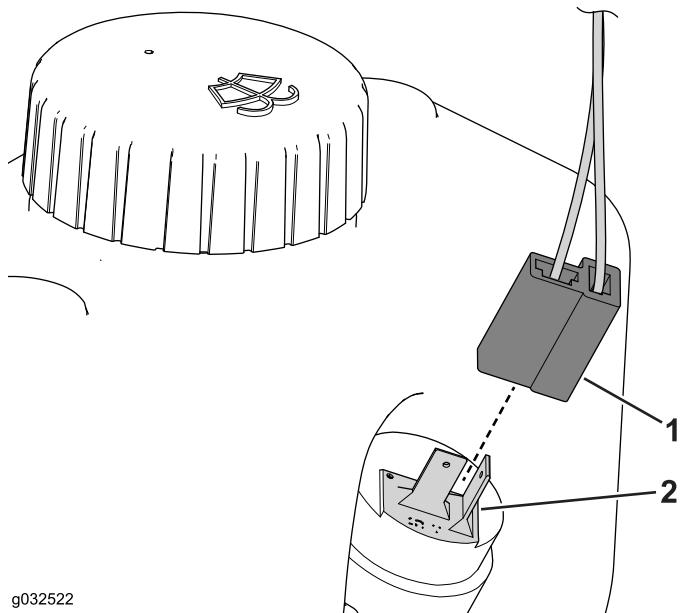

Bild 43
1. Stecken Sie den Anschluss in die Scheibenwaschanlagenflasche (Bild 43).